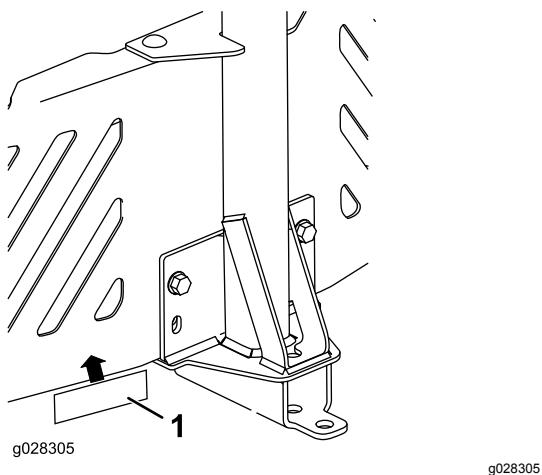

Bild 13
4. Bringen Sie den Zugstangenaufkleber 1,3 cm links von der Anbaugeräthalterung an (Bild 13).